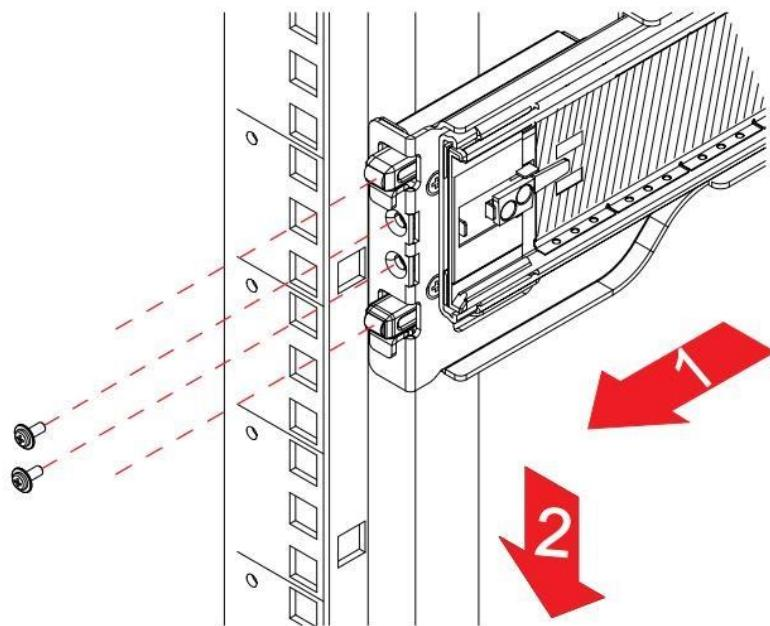

Рисунок 200 – Крепление кронштейна рельса на стойке
3. Установите и закрепите передний конец рельса в монтажный шкаф, как показано на Рисунок 200.